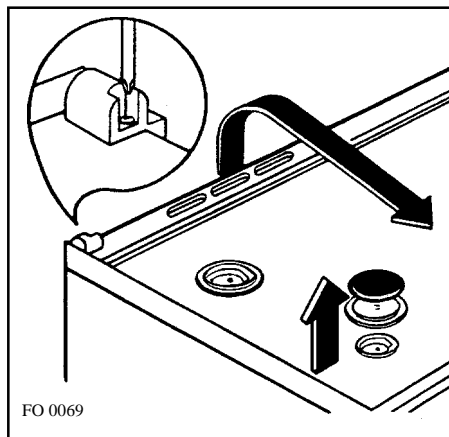

Fig. 29
- desmonte los dos soportes del tapón desencrostando los correspondientes tornillos de sujeción (fig. 29).